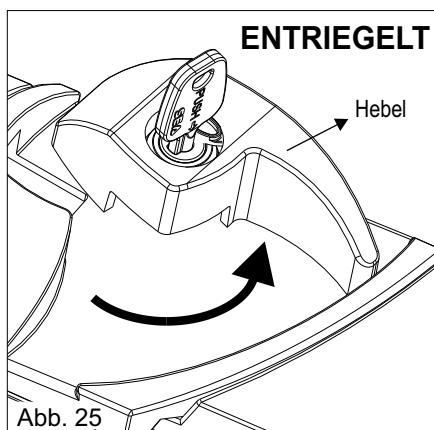

Abb. 25
- 3) Den Hebel gegen den Uhrzeigersinn drehen, um den Antrieb zu entriegeln (Abb.25)